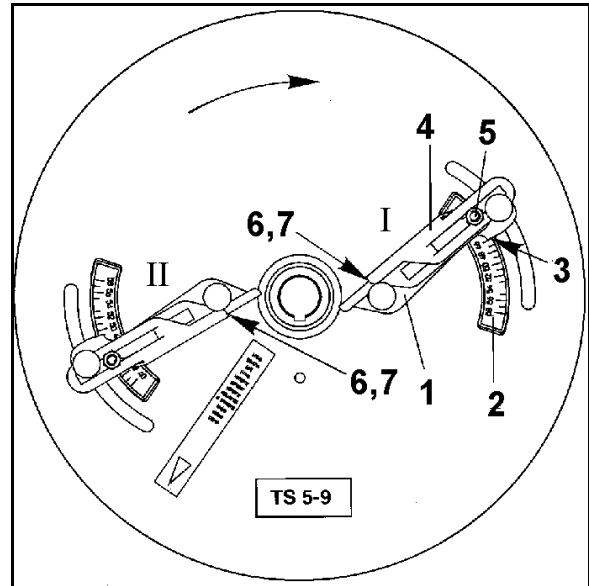

Рис. 79
1. Установите указатель (Рис. 79/7) лопасти "I" на буквенное значение "D" и зафиксируйте наружную часть лопасти. Поверните лопасть "I" на числовое значение "50" и зафиксируйте.
2. Установите указатель (Рис. 79/7) лопасти "II" на буквенное значение "F" и зафиксируйте наружную часть лопасти. Поверните лопасть "II" на числовое значение "46" и зафиксируйте.